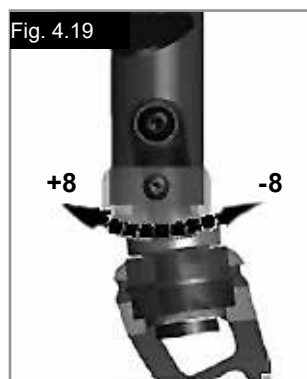

Fig. 4.19
Pour régler la hauteur d'assise à l'arrière, desserrez et retirez les 4 vis (1) (2 de chaque côté) qui fixent le collier (2). Réglez les deux colliers à la hauteur désirée et replacez les quatre vis. Avant de resserrer les vis, procédez comme suit pour définir le pincement ou l'ouverture à zéro (voir Fig. 4.19 - 4.20). Serrez les vis à 7 Nm.
Comptez les dents visibles des deux côtés pour vérifier que les deux fourches sont bien parallèles. Une fois la fourche des roues avant ajustée, les dents garantissent stabilité au fauteuil, permettant un réglage de 16° obtenu par incréments de 2°. Utilisez le côté plat à l'avant de la fourche pour vérifier qu'elle est perpendiculaire au sol (Fig. 4.19).